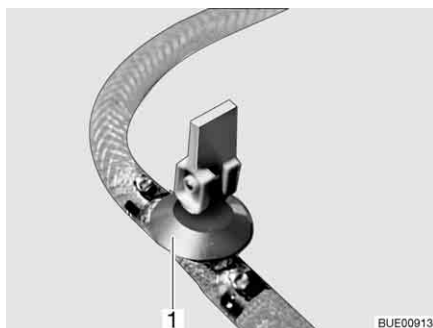
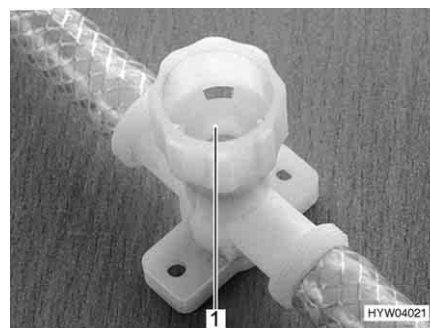

Bild 181 Ablasshahn (mit Kipphebel)
Bild 182 Ablasshahn (mit Drehkappe)
- Alle Ablasshähne schließen. Dazu den Kipphebel des Ablasshahns (Bild 181,1) waagrecht stellen oder die Kappe des Ablasshahns (Bild 182,1) im Uhrzeigersinn zudrehen.